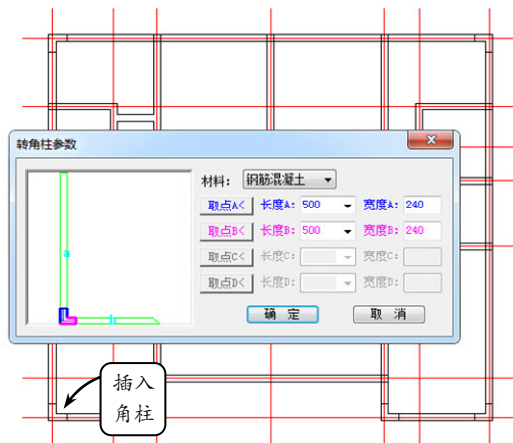

图 3-17 插入角柱
**STEP|02** 利用【轴网柱子】|【角柱】选项，在墙体中插入角柱。由于角柱的形状会根据所选墙角发生变化，因此无法将所有角柱的参数列出来，但是它的分枝长度均为 500，效果如图 3-17 所示。